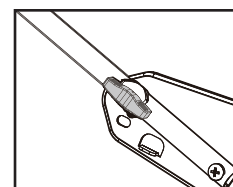

Fig.3A
1. Dévissez les boutons de blocage fixant la partie inférieure du guidon. (Fig. 3A)